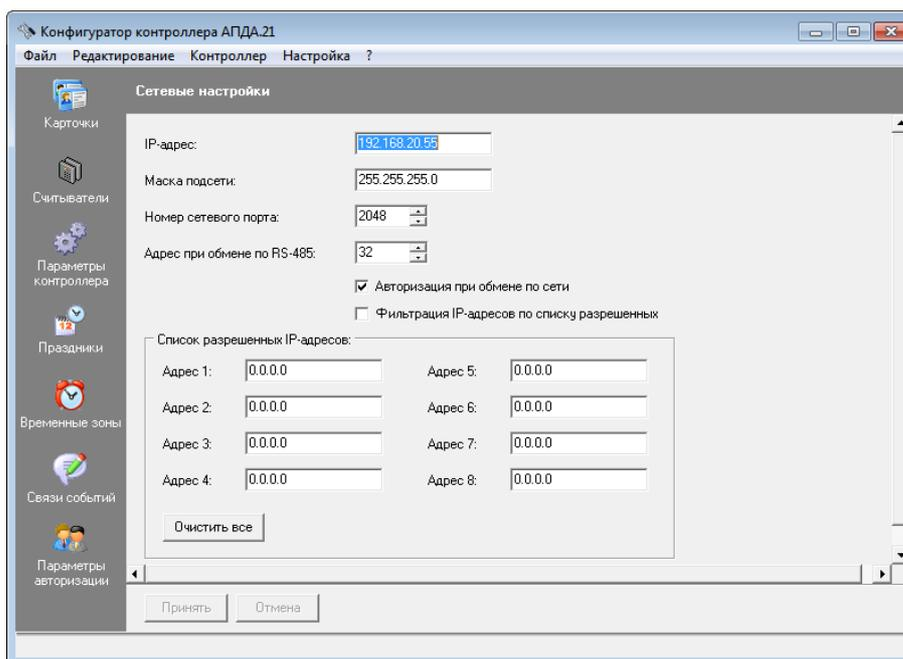

Рисунок 51 – Окно "Сетевые настройки"
- 8) Выберите пункт меню "Редактирование/Сетевые настройки". В рабочем окне программы отобразится окно "Сетевые настройки" (см. Рисунок 51).